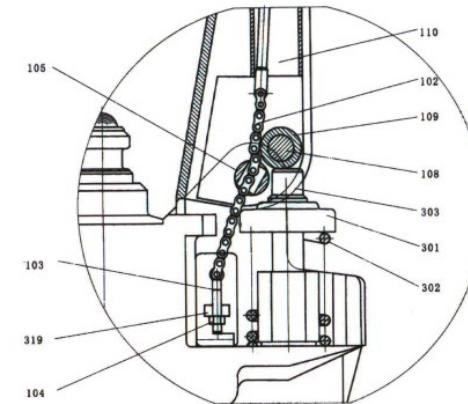

Рисунок 3
**2.2.** Оставьте ручку управления (117) в положении «LOWER» («ОПУСКАНИЕ»), затем вручную пропустите сборку из установочной гайки (104), регулировочного болта (103) и цепи (102) через отверстие в оси (105) (см. рис. 3).
**2.4.** Оставьте ручку управления (117) в положении «RAISE» («ПОДЪЕМ»), затем поднимите пластину рычага (319) со штифтом № 2 и вставьте регулировочный болт (103) в передний паз пластины рычага (319). Обратите внимание на то, чтобы установочная гайка (104) была с нижней стороны пластины рычага (см. рис. 3).